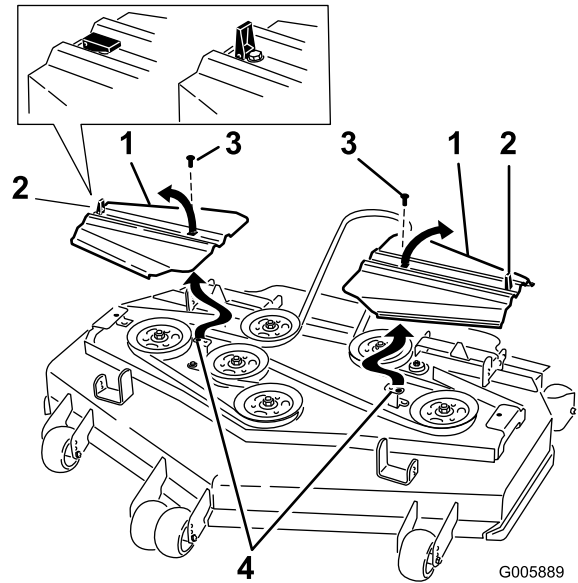

Figura 60
- Montate i copricinghia inserendo le linguette nelle fessure. Montate il coperchio e chiudete i fermi (Figura 60).